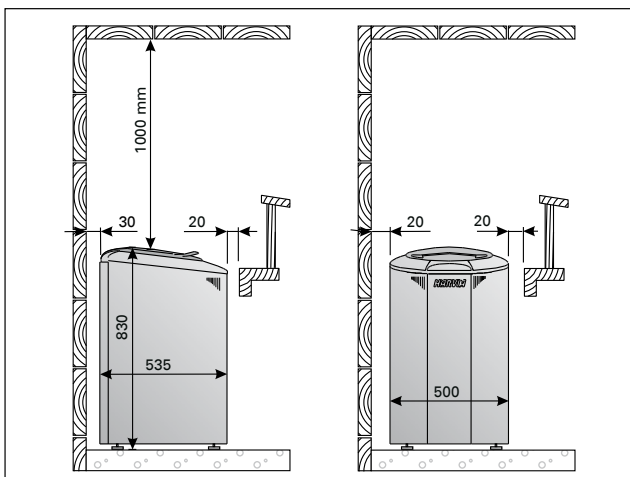

Рис. 9. Расстояния безопасности (мин.)
- при расположении каменки выполняются условия минимальных расстояний, изображенных на рис. 9.
При установке защитного ограждения вокруг каменки следует соблюдать расстояния, указанные на рис. 9.